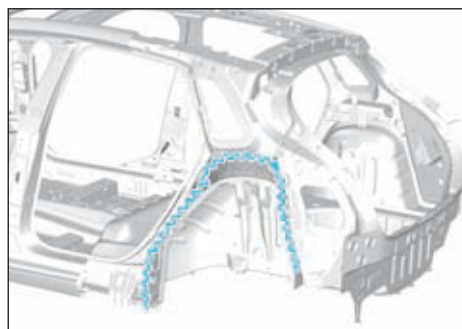

FIG.90
- Appliquer un mastic de calage indice "A1" (Fig.90).